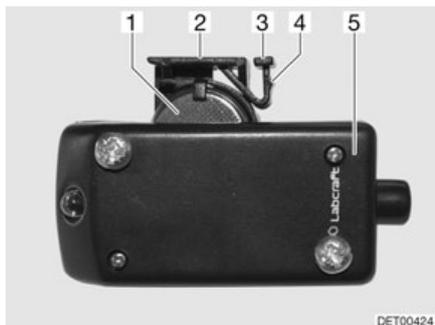

Fig. 282 Lámpara del armario ropero con el compartimento de la pila abierto
- En el lado superior de la lámpara del armario ropero (Fig. 282,5), empujar la orejeta de sujeción (Fig. 282,3) cuidadosamente hacia atrás. Queda libre la saliente (Fig. 282,4) de la orejeta de sujeción.
- Extraer el portador de la pila (Fig. 282,2) hacia arriba.
- Sacar la pila botón (Fig. 282,1) del portador de la pila.